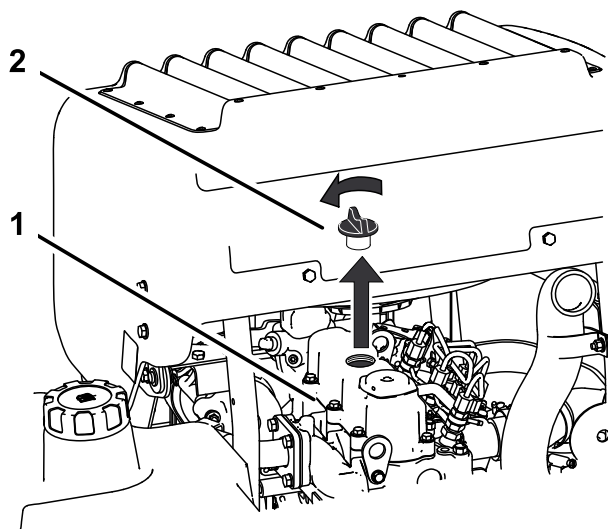

Figure 36
6. Retirez le bouchon de remplissage d'huile en haut du moteur (Figure 36). Cela facilitera la vidange de l'huile.
2. Retirez le bouchon de remplissage et la jauge (Figure 36).